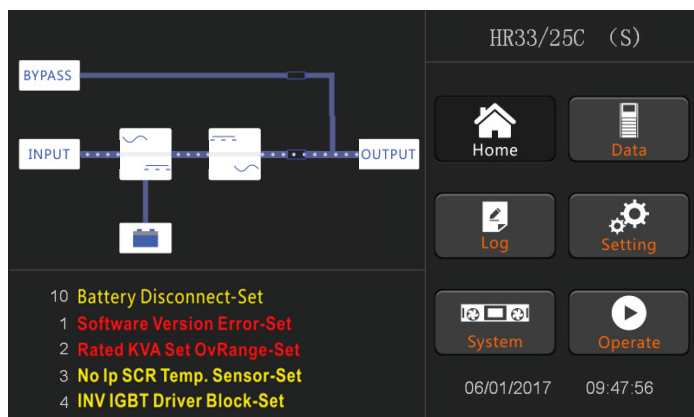

Рисунок 5.4. Работа от инвертора
7. Через 30 секунд запуск инвертора завершится, ИБП переключит питание нагрузки с линии байпаса на инвертор (см. Рисунок 5-4).